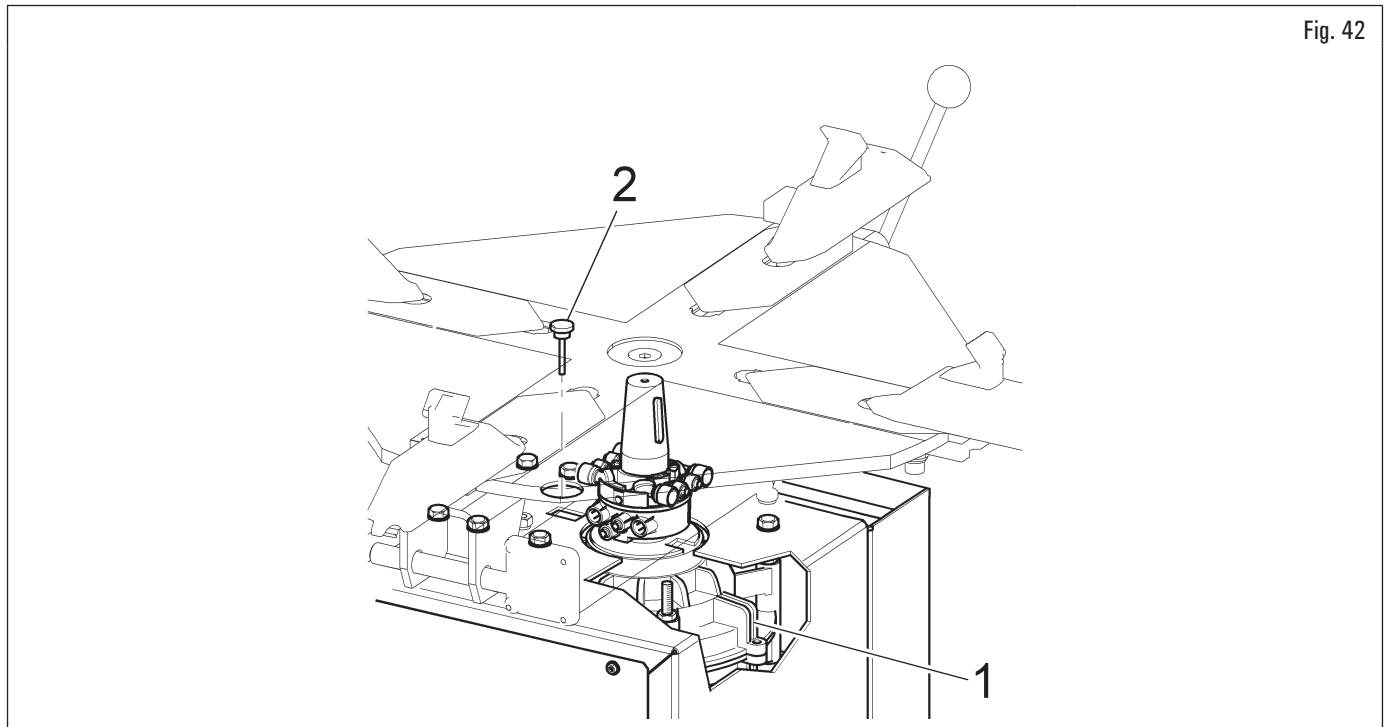

Fig. 42
- Périodiquement (chaque 100 heures de travail) contrôler le niveau du lubrifiant dans le réducteur (Fig. 42 réf. 1) en enlevant le bouchon (Fig. 42 réf. 2) à travers le trou approprié sur le châssis.